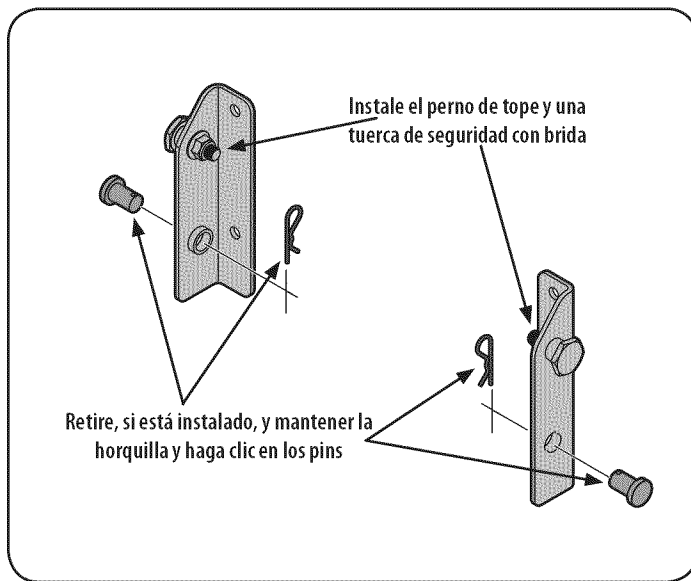

Figure 28
1. Instale un perno con reborde del paquete de elementos en cada ménsula, ajustándolos con las tuercas de seguridad con brida que también se encuentran en el paquete. Consulte la Figure 28.
2. Instale un pasadores de horquilla del paquete de elementos en cada ménsula, seguro con las trinquetes con brida que también se encuentran en el paquete. Consulte la Figure 28.